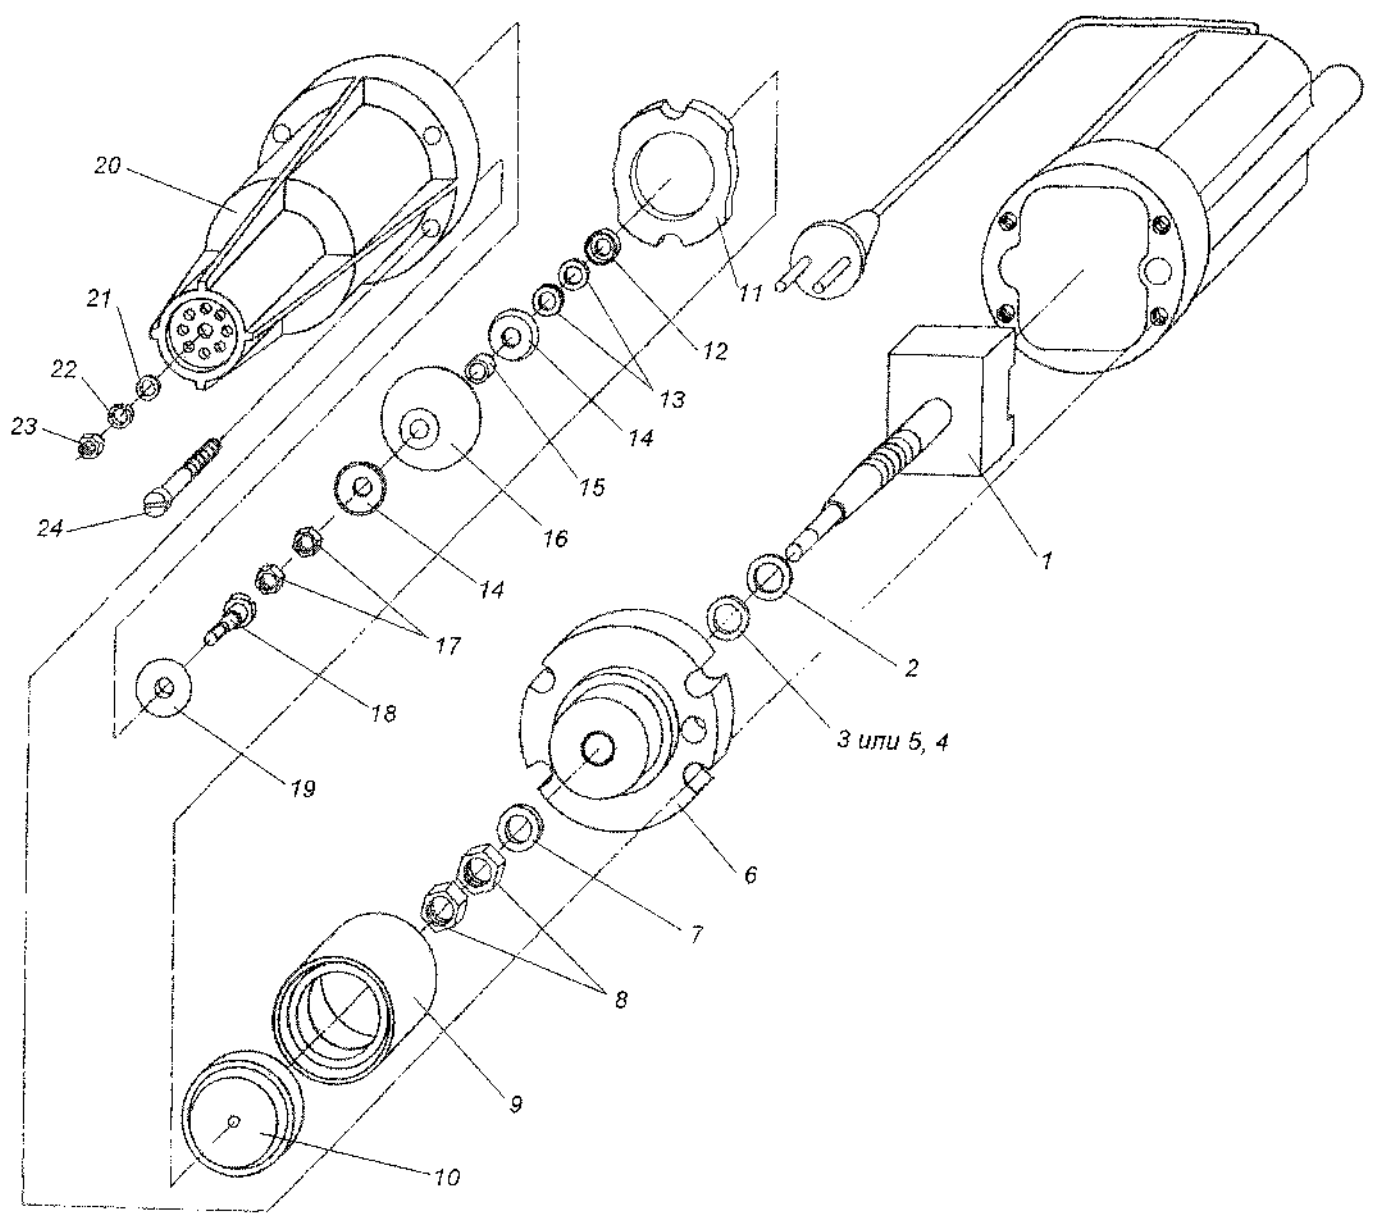

Рисунок 301 – Разборка механической части
3 Замена верхнего корпуса (рисунок 301)	<p>Снять шнур питания согласно указаниям п. 1 или п. 2. Отвернуть четыре винта (24), предварительно смазав глицерином места касания винтов (24) с амортизатором (6). Снять верхний корпус и заменить его на новый. Установить шнур питания согласно указаниям п. 1 или п. 2.</p>
4 Замена якоря (1), амортизатора (6), диафрагмы (10), поршня (16) (рисунок 301)	<p>Отвернуть четыре винта (24) согласно указаниям п. 3, снять верхний корпус и нижний корпус (20). Отвернуть гайки (17), снять шайбу (14), поршень (16) вместе со втулкой (15) и шайбы (14, 13, 12) со штока якоря. Снять упор (11), диафрагму (10) и муфту (9). Отвернуть гайки (8), снять шайбу (7), амортизатор (6) и шайбы (4, 3 или 5, 2) со штока якоря. Заменить вышедшие из строя детали и сборочные единицы. Сборку производить в обратной последовательности.</p>
5 Замена клапана всасывающего (19), корпуса нижнего (20) (рисунок 301)	<p>Отвернуть четыре винта (24) в соответствии с указаниями п. 3, снять нижний корпус (20). На нижнем корпусе (20) отвернуть гайку (23), снять шайбы (22, 21). С другой стороны корпуса нижнего (20) вытащить винт (18) и клапан всасывающий (19). Заменить вышедшие из строя детали. Сборку производить в обратной последовательности.</p>